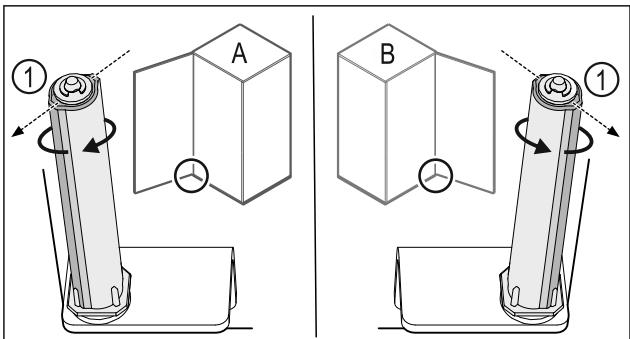

Fig. 54 Левое навешивание (A) / правое навешивание (B)
- Поворачивайте систему закрытия, преодолевая сопротивление до тех пор, пока ее ребро Fig. 54 (1) не будет направлено наружу.